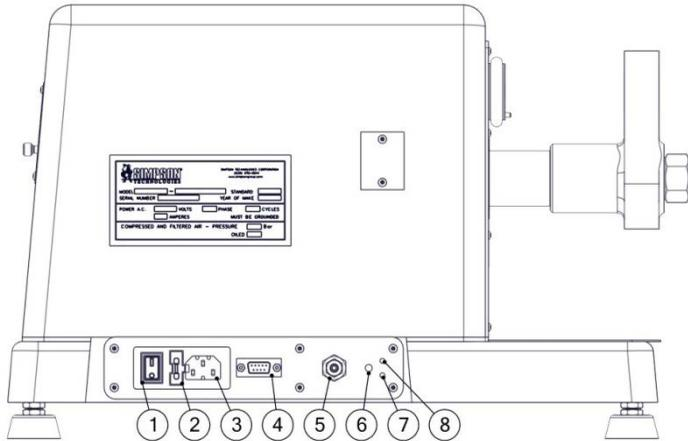

Figura 7.1: Vista Posterior
2. Posicione un recipiente vacío con capacidad para aproximadamente 200/300 ml bajo el puerto de ventilación de la Máquina Universal de Ensayos (Figura 7.1, Ítem 6). El recipiente capturará el aceite usado expedido de la Máquina Universal de Ensayos.
5. Durante este ciclo la Máquina Universal de Ensayos reducirá el aceite utilizado a través del puerto del respiradero (Figura 7.1, Ítem 6) hacia el contenedor recipiente. Repita el Paso 4 y deje tiempo entre ciclos para que drene el aceite fuera de la Máquina Universal de Ensayos. Continúe repitiendo el Paso 4 hasta que el aceite usado se haya drenado completamente de la Máquina Universal de Ensayos.
6. Luego de drenar, coloque la Máquina Universal de Ensayos en su posición vertical habitual. Conecte una manguera pequeña en el puerto respiradero desconectado (Figura 7.1, Ítem 6).
1. Coloque el interruptor de energía en la posición encendido (Figura 7.1, Ítem 1).
1. Coloque el interruptor de energía en la posición encendido (Figura 7.1, Ítem1).